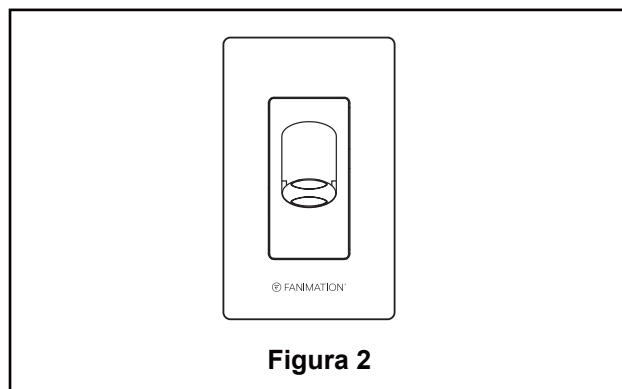

Figura 2
2. Control de pared de funcionamiento es la siguiente (Figura 2)